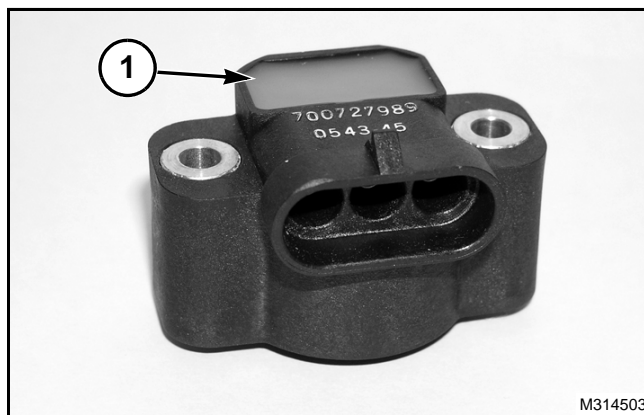

FIG. 81
FIG. 81: El sensor de tamaño del fardo y los dos sensores de forma del fardo son sensores de efecto Hall. Los sensores de efecto Hall que se usan en esta máquina pueden identificarse mediante el sellador (1) en la parte superior del sensor.